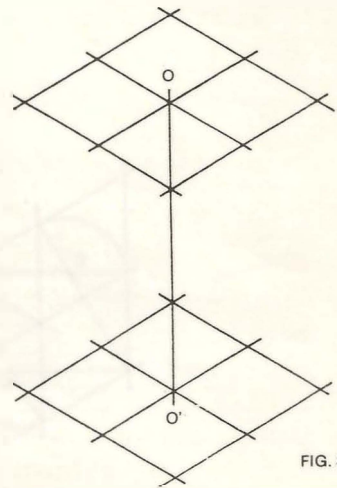

FIG. 37
- Trace una línea en posición vertical (eje longitudinal del cilindro), sobre esta línea marque la longitud del cilindro. (Fig. 37).
- Por los puntos indicados, puntos O y O' trace los ejes isométricos a 30° . A partir de los puntos O y O' trace sobre los ejes isométricos a 30° los radios del cilindro (Fig. 37).